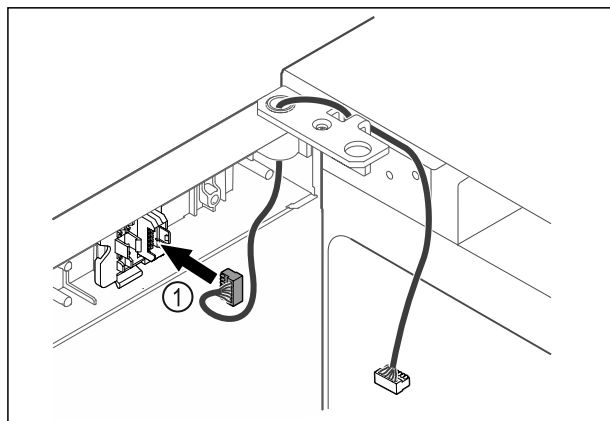

Fig. 38
- Inserire il connettore Fig. 38 (1) nel porta-connettore.